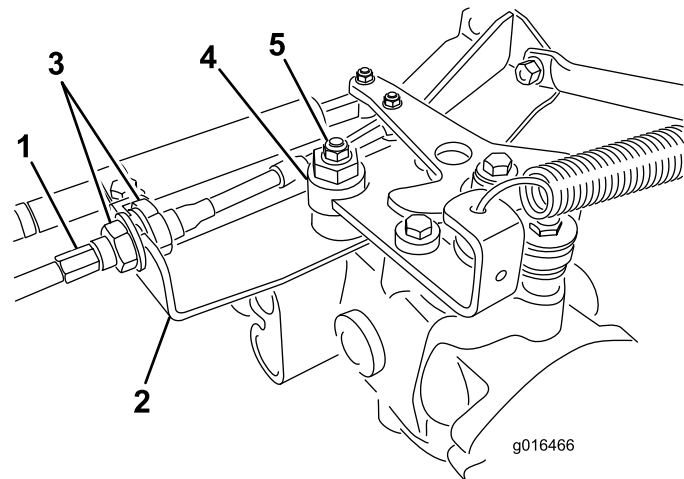

图 46
- A. 松开将驱动控制拉线固定至静液压装置隔板上的两个锁紧螺母图 46。确保锁紧螺母的松动程度相同并足以进行调节。
注意 松开将偏心螺栓固定到静液压泵顶部的螺母图 46。
- E. 当轮子停止旋转时、旋紧螺母、锁定偏心螺栓和调整 (图 46)。
- G. 从隔板的两侧均匀拧紧锁紧螺母将驱动拉线固定到隔板上图 46。切勿让拉线缠绕在一起。